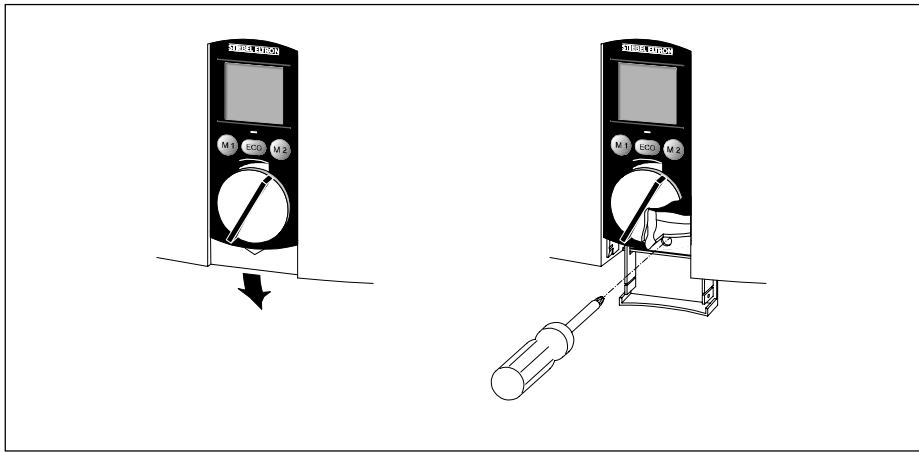

Рис. 11
- Открыть защитную крышку (рис. 11). Ослабить крепежные винты. Снять крышку корпуса.